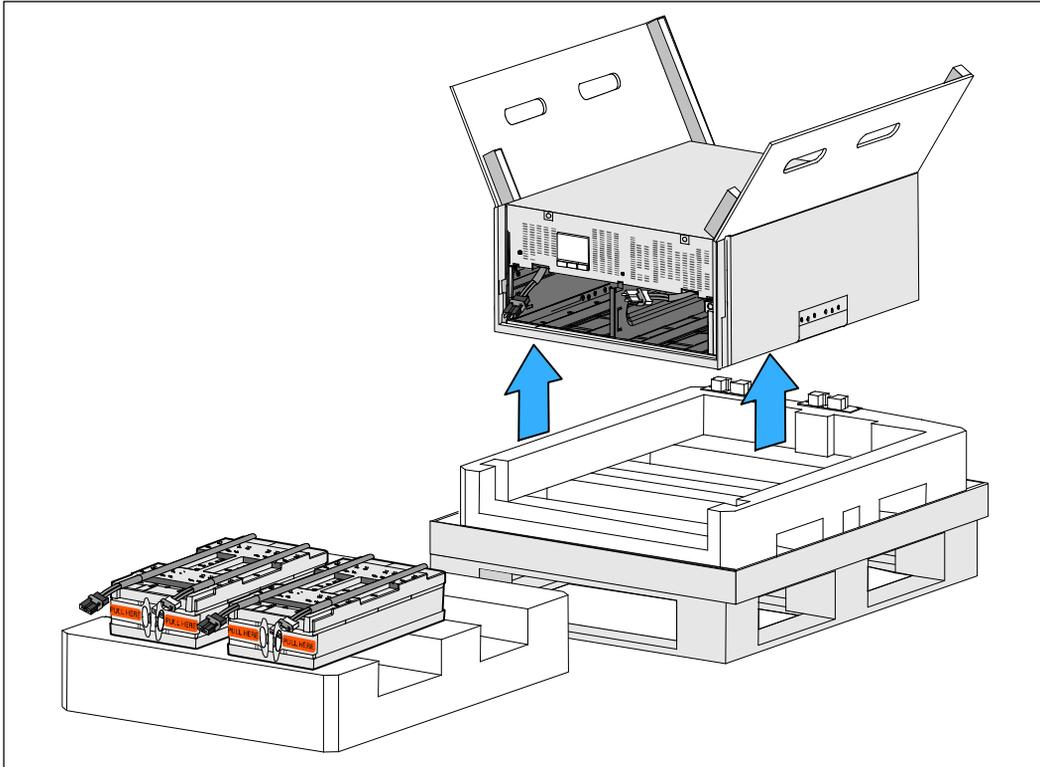

图 9. 机箱的搬起
- 8 一人一边使用纸板上的手柄小心将机箱从外面的聚苯乙烯泡沫中取出，并放到平坦、稳定的平面上。（见图 9）。